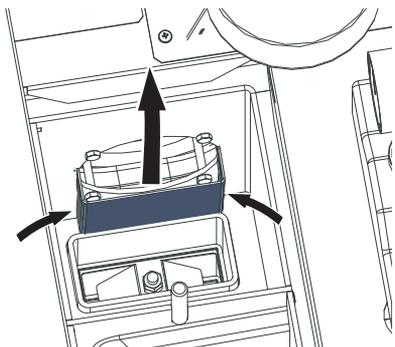

Fig. 50 Rimuovere il deflettore (solo per le caldaie a pellet con collettore di polveri elettrostatico)
- ▶ Comprimerne leggermente il deflettore (Fig. 50), rimuoverlo e pulirlo con una spazzola (solo per le caldaie a pellet con collettore di polveri elettrostatico).